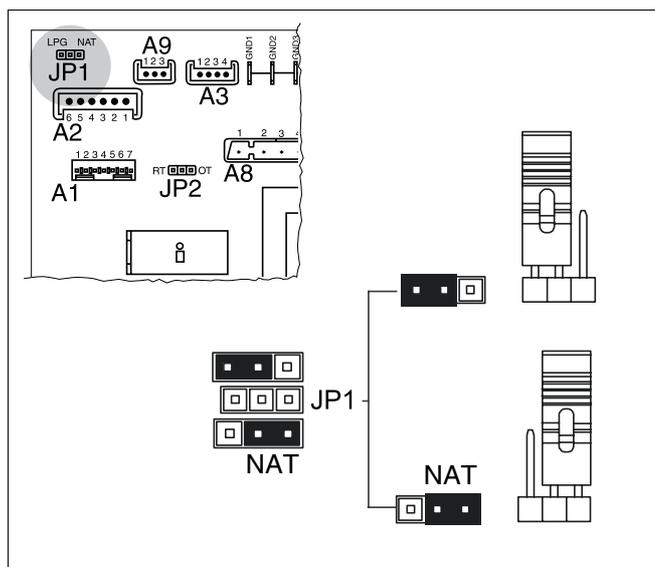

Fig. 43 Cambiamento da gas liquido a metano
- Innestare il Jumper JP1 (fig. 43) sul circuito stampato di regolazione in posizione "NAT".